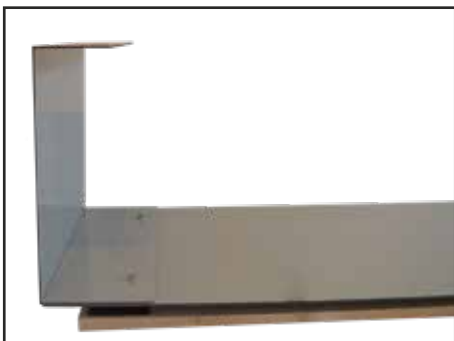

Abb. 08: Standfußteil C montieren
7. Standfußteil C mit der breiten Seite auf die unteren Gewindebolzen und Standfußteil A stecken. Je eine Sechskantmuttern aufschrauben und festziehen (Abb. 08).